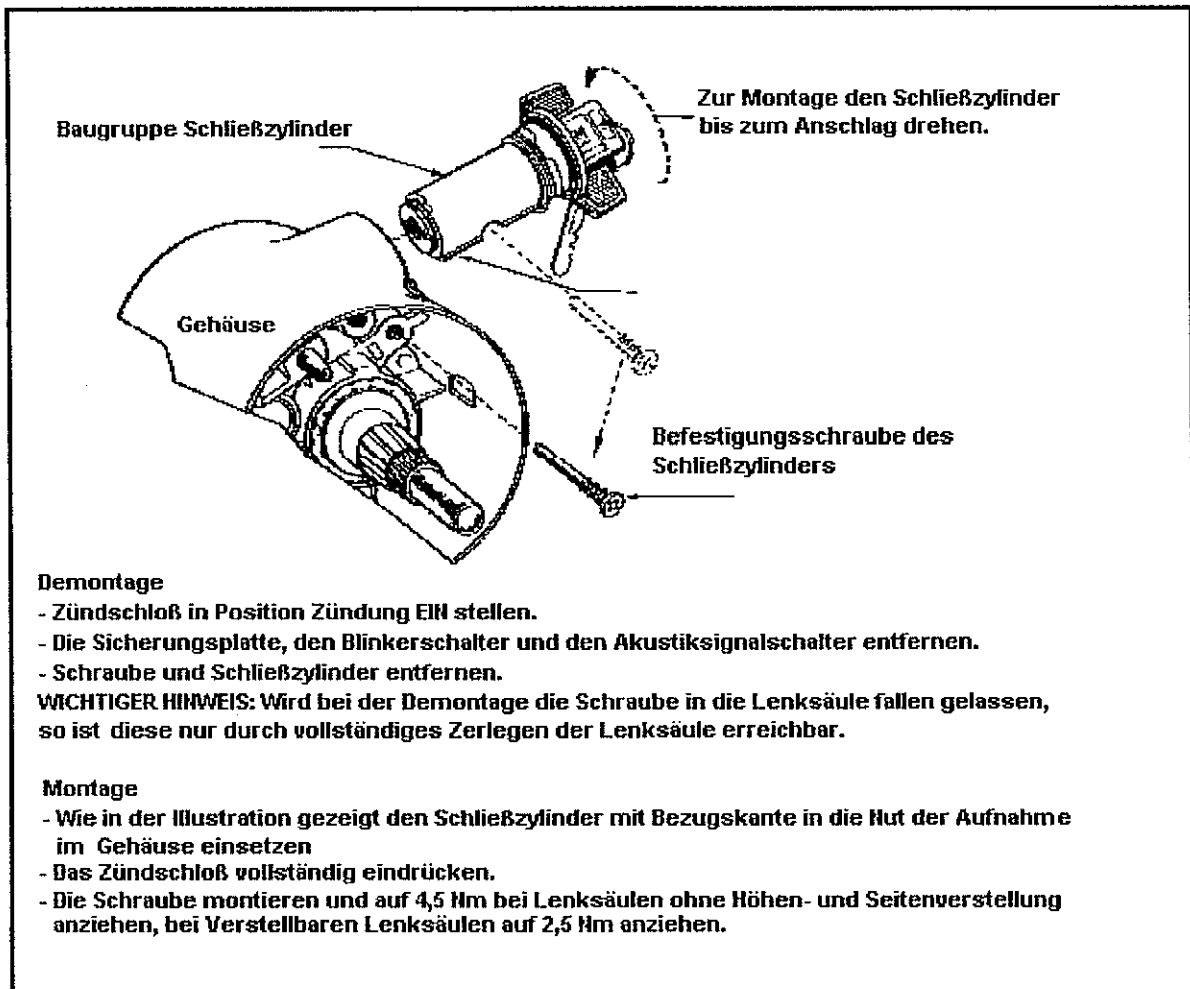

Abb. 7-36 Demontage und Montage des Zündschlosses, Schließzylinder
- Zur weiteren Demontage des Zündschlosses siehe Abb. 7-36.
- Den Zündschalter in die übereinstimmende Einstellung bringen. Hierzu, wie in Abb. 7-36 gezeigt, den Zündschalter an der Lenksäule ansetzen, den Schalter um zwei Positionen nach rechts schieben und die Stellung Zündung AUS mit Zündschloß nicht eingerastet zu erreichen.